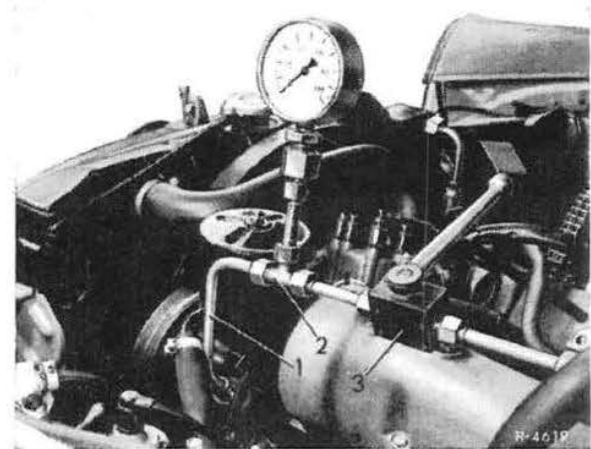

Bild 46-22/2
gen, da sonst das Öl beim Abschrauben des Hochdruck-Dehnschlauches ausläuft (Bild 46-22/1).
2 Hochdruck-Dehnschlauch an der Hochdruck-Ölpumpe abschrauben und Prüfwerkzeug (2) anschließen. Drosselhahn (3) am Druckmesser öffnen (Bild 46-22/2).